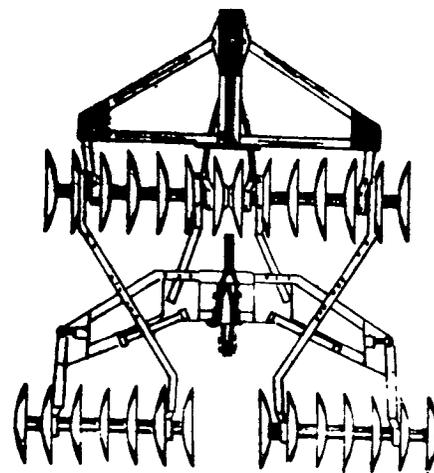

Fig. 1
- 3ª Passo - *Transporte-o ao local de trabalho (fig. 1).*